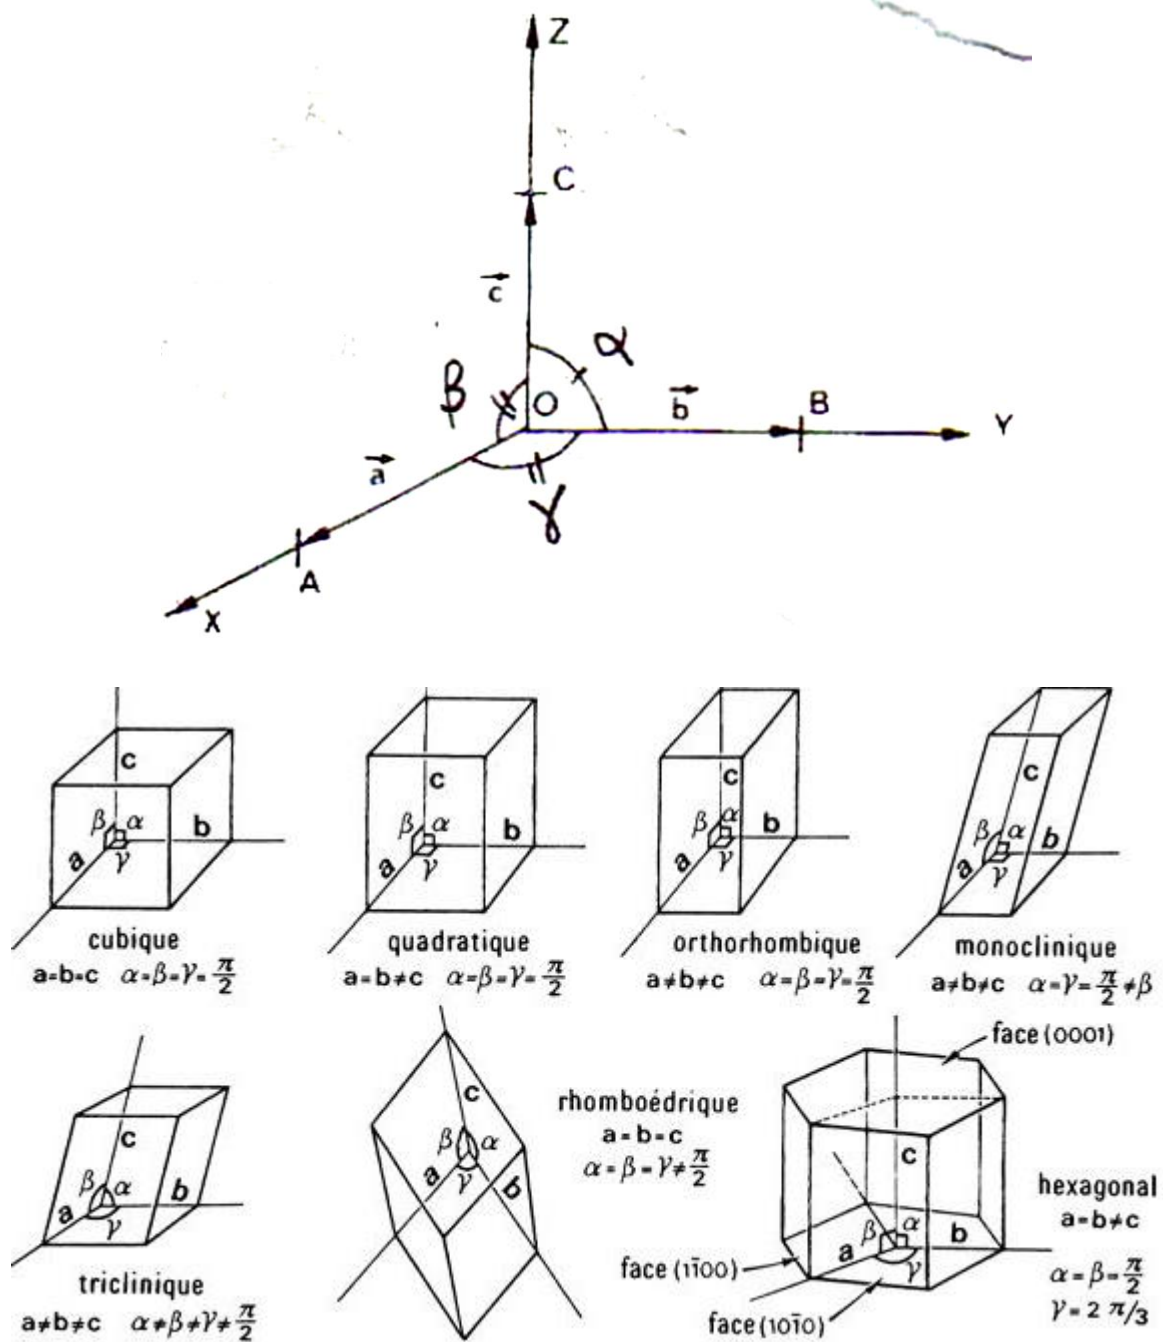

Fig. 2 – Repère et mailles élémentaires
Il peut être généré par répétition, un nombre entier de fois, de trois vecteurs de base qui définissent une maille élémentaire du réseau d'origine arbitraire. Les polyèdres fondamentaux ou systèmes cristallins (figure 2) sont au nombre de **sept (7)**.